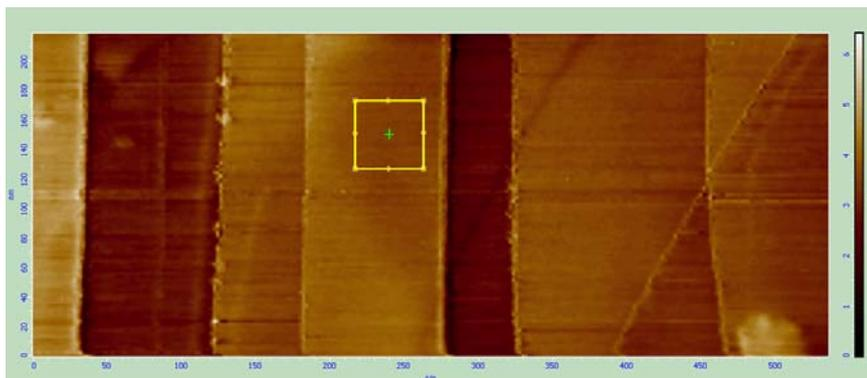

Рис. 10-28
- c. В области последнего отсканированного изображения, желательно вблизи центра, выберите ровный и плоский участок, перемещая рамку выбора области сканирования и изменяя ее размеры (Рис. 10-28).